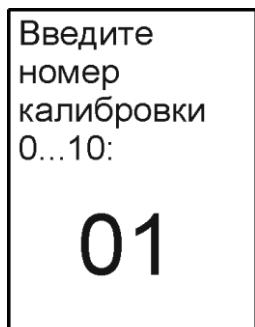

Рисунок 10 — Выбор текущей калибровки
- нажатием кнопки ← войти в подменю и кнопками ↑, ↓ выбрать номер калибровки (рисунок 10);